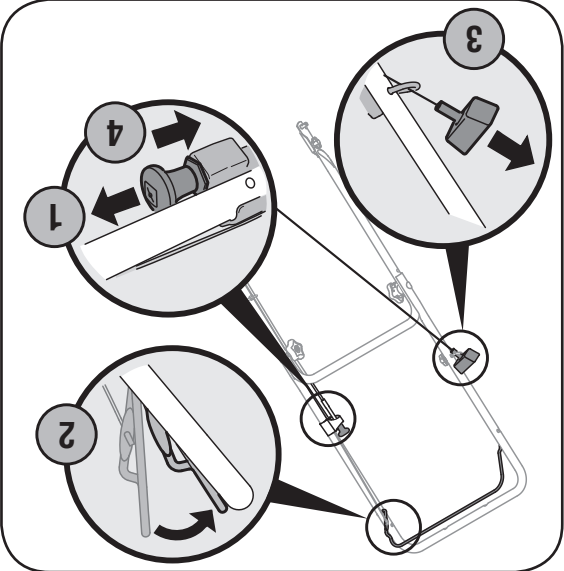

Figure 9-4
1. Tirez sur le bouton du volet de départ qui se trouve sur la gauche du guidon supérieur. Voir la Figure 9-4.
3. Tirez sur la poignée du démarreur jusqu'à ce que vous sentiez une légère résistance, puis tirez plus rapidement pour surmonter la compression, empêcher le recul et faire démarrer le moteur. Répétez au besoin. Voir la Figure 9-4.
1. Lâchez la commande de la lame. Voir la Figure 9-4.